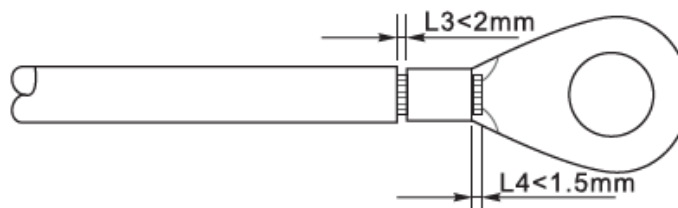

Рис. 14 – Підготовка кабелю заземлення (2)
- 2) Вставте оголені дроти в термінал ОТ і обтисніть їх за допомогою приладу для обтискання, як показано на Рис.14.